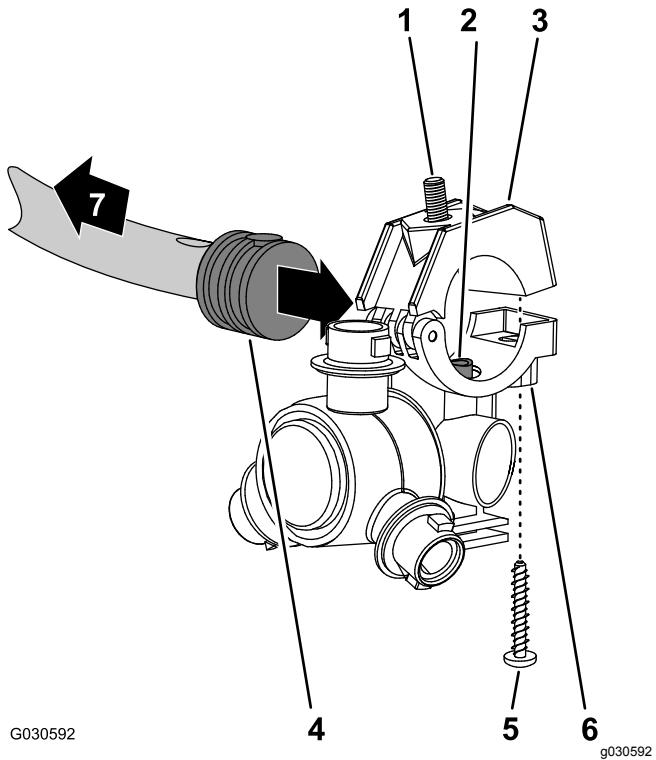
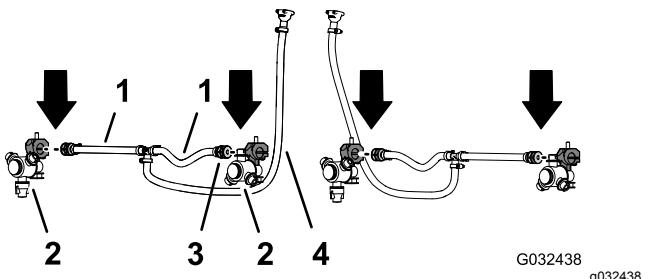

Figura 55
Figura 56
- Lavorando con i 2 ugelli dell'irroratrice del kit di finitura dell'impianto di irrorazione GeoLink, rimuovete la vite in acciaio inox che fissa la metà superiore della fascetta alla sella (Figura 55).
- Individuate il foro sul lato del portagomma dentellato singolo all'estremità del flessibile da 25 cm del gruppo flessibili (valvola dell'irroratrice 5 o 6) per la sezione di irrorazione centrale (Figura 55 e Figura 56).
- Allineate il tubo di trasferimento sulla sella di un ugello dell'irroratrice (Figura 55) con il foro sul lato del portagomma dentellato singolo (1/2").
- Chiudete la metà superiore della fascetta attorno al portagomma dentellato e fissate la metà della fascetta e il corpo dell'ugello dell'irroratrice (Figura 55) con la vite in acciaio inox (n. 12 x 1 1/4"); serrate la vite in acciaio inox a 14-18 N·m.
- Lavorando con l'ugello dell'irroratrice, il bullone a testa esagonale e la vite in acciaio inox che avete rimosso ai passaggi 1 e 2 di Rimozione degli ugelli dell'irroratrice \(pagina 25\), ripetete i passaggi da 3 a 5 sul portagomma dentellato singolo (Figura 55 e Figura 56) all'estremità dell'altro flessibile da 25 cm.
- Lavorando con i 2 ugelli dell'irroratrice che avete rimosso al passaggio 4 di Rimozione degli ugelli dell'irroratrice \(pagina 25\), ripetete i passaggi da 3 a 5 per i portagomma dentellati singoli dell'altro gruppo flessibili (valvola dell'irroratrice 5 o 6) per la sezione di irrorazione centrale (Figura 55 e Figura 56).